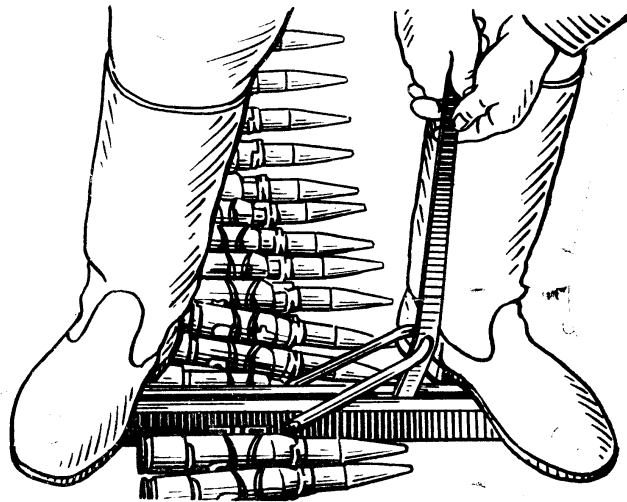

Рис. 23. Роз'єднання (з'єднання) стрічки до гармати за допомогою роз'єднувача 2А423.10.020
- приєднати знову споряджені стрічки до стрічки з патронами за допомогою роз'єднувача 2А423.10.020 (рис. 23);